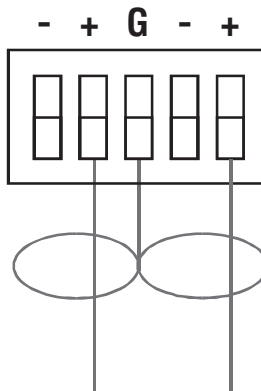

Рис. 5. Подключение приемников небалансного стереофонического аудиосигнала
- подключение приемников небалансного аудиосигнала (рис. 5).